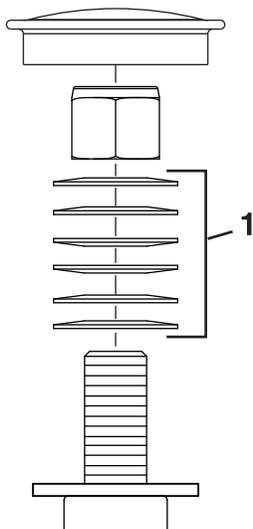

Figura 89
3. Retire el tapón guardapolvo de la rueda giratoria y apriete la contratuerca (Figura 89).
4. Apriete la contratuerca hasta que las arandelas de muelle estén planas, luego afloje $\frac{1}{4}$ de vuelta para establecer la pre-carga correcta de los cojinetes (Figura 89).
Importante: Asegúrese de que las arandelas de muelle están correctamente instaladas, según se muestra en Figura 89.
5. Coloque el tapón anti-polvo (Figura 89).